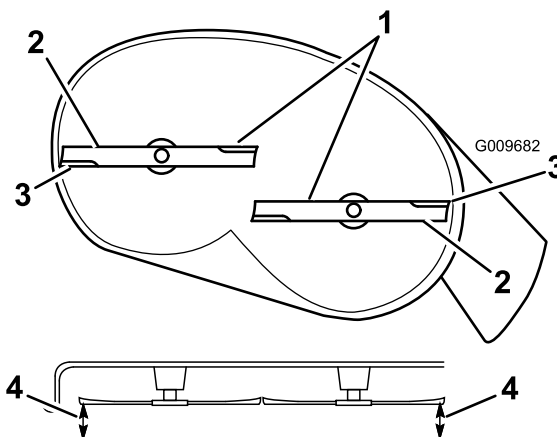
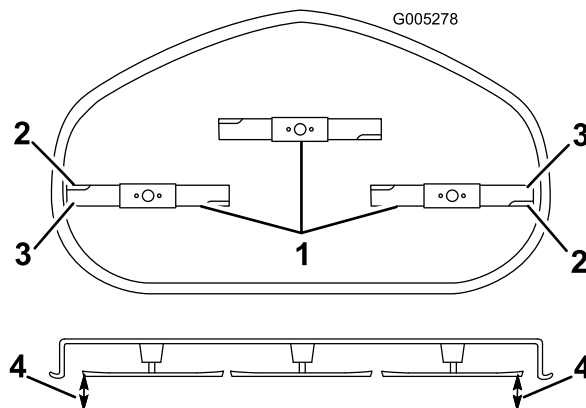

Figure 52
Figure 53
4. Faites pivoter la ou les lames avec précaution pour qu'elles soient toutes parallèles (Figure 52 et Figure 53).
5. Mesurez la distance entre les tranchants extérieurs et le sol plat (Figure 52).